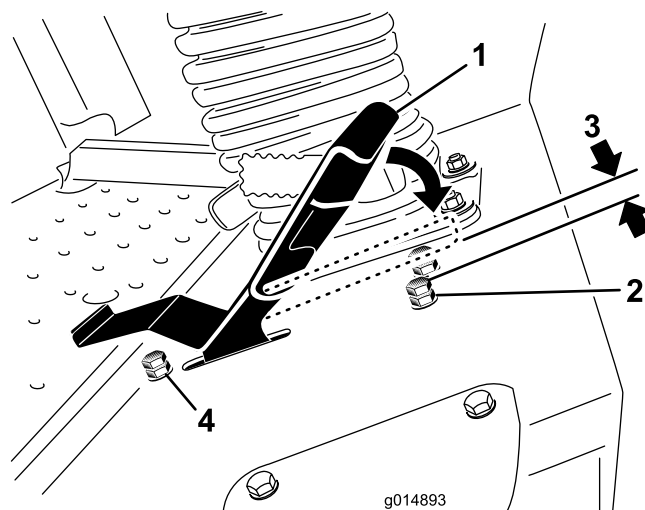

Рисунок 47
3. Отпустите зажимную гайку на упорном болте педали тяги (Рисунок 47).